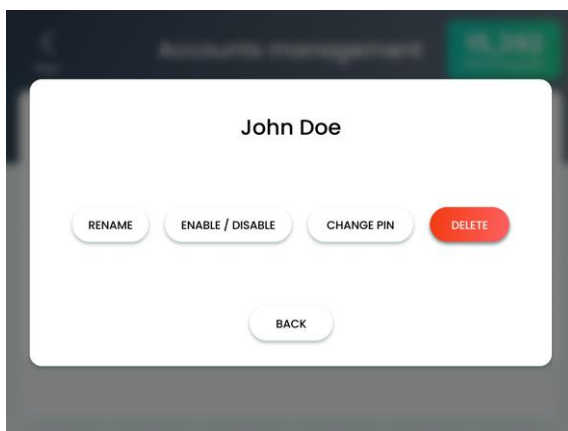

Figura 6-12. Pantalla de cuenta del usuario seleccionado
2. En la pantalla de cuentas, toque la entrada del usuario que desee eliminar; aparecerá la pantalla de cuenta del usuario seleccionado, como se muestra en la Figura 6-12.